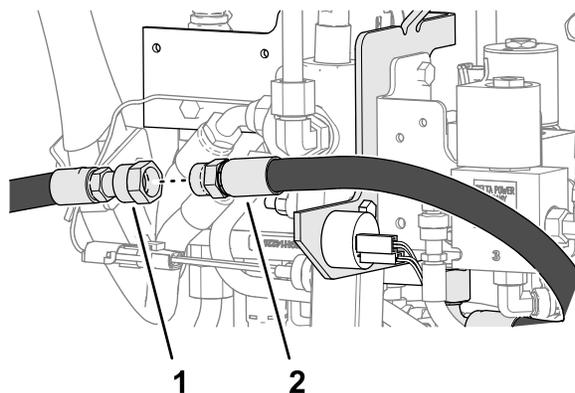

Рисунок 26
2. Подсоедините прямой штуцер шланга длиной 41,9 см к штуцеру шланга, который вы поместили надписью «Насос» (Рисунок 26).